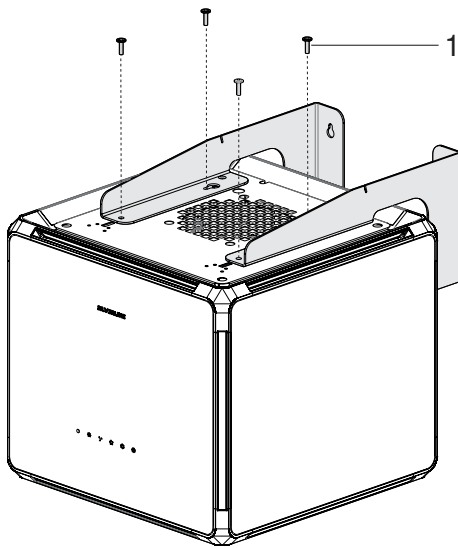

Abb. 12
1. Positionieren Sie den Haubenkörper unterhalb der Montagewinkel (Abb. 12).
2. Verschrauben Sie das Gerät mit den M5 x 15 Schrauben an beiden Montagewinkeln (Abb. 12).